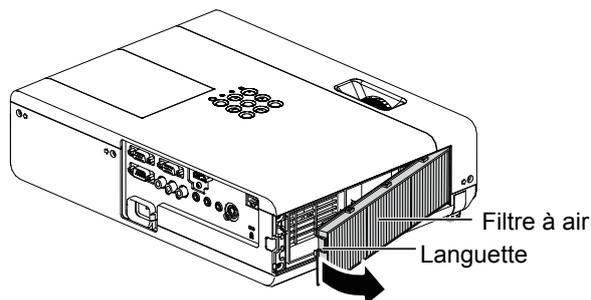

Fig.2
- Tenez le Languette du filtre à air et sortez-le dans le sens de la flèche. (Fig. 2)